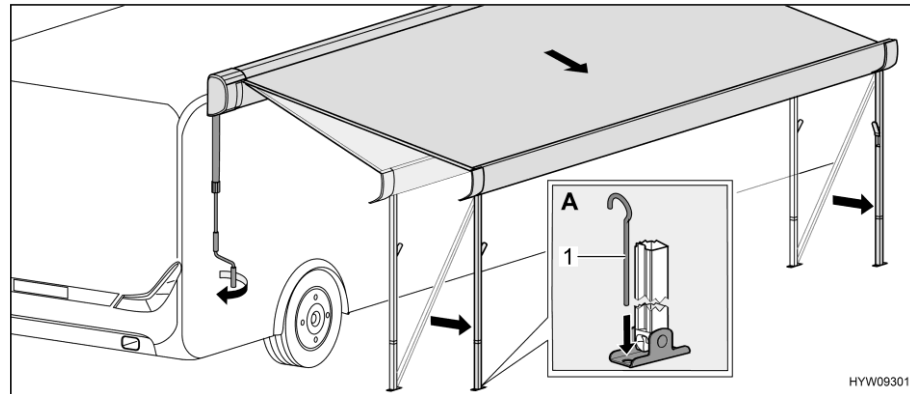

Bild 34 Markise in Endstellung bringen
- Stützfüße mit Heringen (Bild 34,1) am Boden befestigen (Bild 34,A).